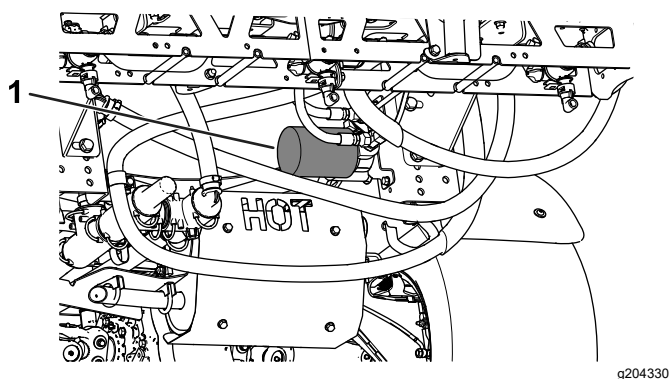

Bild 57
4. Entfernen Sie den Filter (Bild 57).